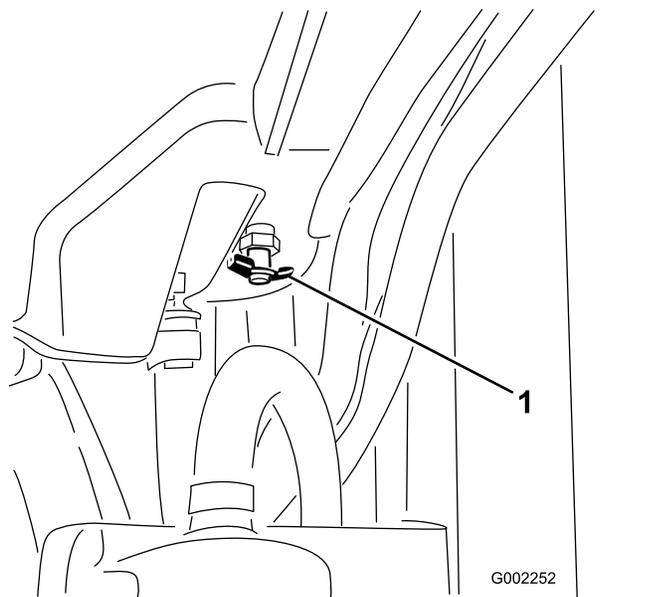

図 93
4. ドレンバルブを開いて冷却液を排出する 図 93。
5. ドレンバルブを閉じる 図 93。